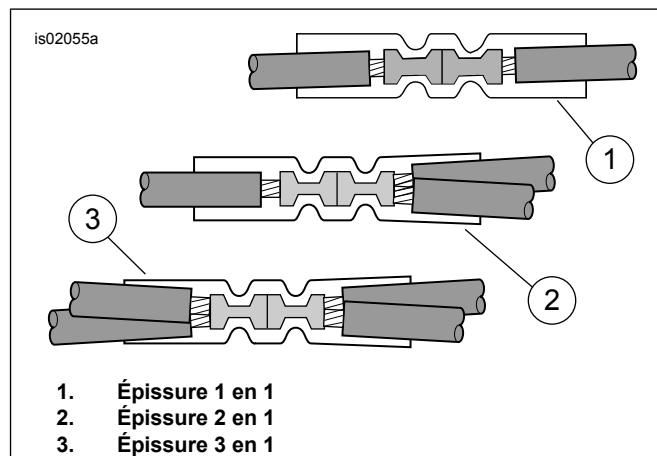

Figure 7. Configurations des épissures
4. Consultez Figure 22 . Dans le kit, prenez un connecteur bout-à-bout étanche (3). Consultez Figure 7 , pour la configuration de deux épissures en une. Épissez le câble d'alimentation du faisceau électrique de la poignée chauffante avec les fils orange/blanc du faisceau principal en suivant les instructions de l'annexe du manuel d'entretien.
- Consultez Figure 22 . Dans le kit, prenez un connecteur bout-à-bout étanche (3). Consultez Figure 7 , pour la configuration d'une épissure en une. Épissez le câble d'alimentation du faisceau électrique de la poignée chauffante avec le fil de l'adaptateur en suivant les instructions de l'annexe du manuel d'entretien.
- Consultez Figure 22 . Dans le kit, prenez un connecteur bout-à-bout étanche (3). Consultez Figure 7 , pour la configuration de deux épissures en une. Épissez le câble d'alimentation du faisceau électrique de la poignée chauffante avec les fils orange/blanc coupés en suivant les instructions de l'annexe du manuel d'entretien.
- Consultez Figure 22 . Dans le kit, prenez un connecteur bout-à-bout étanche (3). Consultez Figure 7 , pour la configuration de deux épissures en une. Épissez le câble d'alimentation du faisceau électrique de la poignée chauffante avec les fils orange/blanc du faisceau principal en suivant les instructions de l'annexe du manuel d'entretien.
3. Consultez Figure 22 . Dans le kit, prenez un connecteur bout-à-bout étanche (3). Consultez Figure 7 , pour la configuration de deux épissures en une. Épissez le câble d'alimentation du faisceau électrique de la poignée chauffante avec les fils orange/blanc du faisceau principal en suivant les instructions de l'annexe du manuel d'entretien.
4. Installez le fusible de 2 A (12) compris dans le kit dans la cavité du fusible pour compléter le circuit.